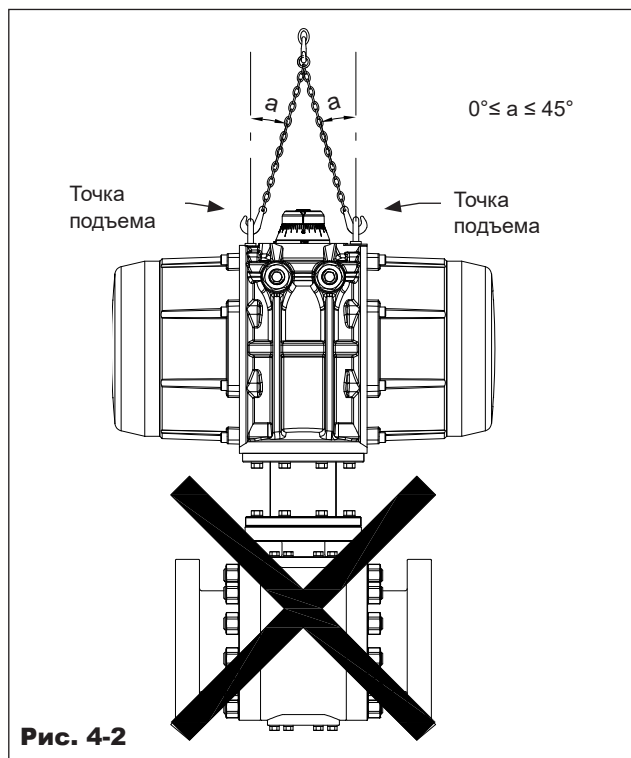

Рис. 4-2
- На заказ доступны два резьбовых отверстия для подъема привода с помощью рым-болтов или аналогичных компонентов, как показано на рис. 4-2. Не поднимайте привод и клапан в сборе за эти точки подъема.